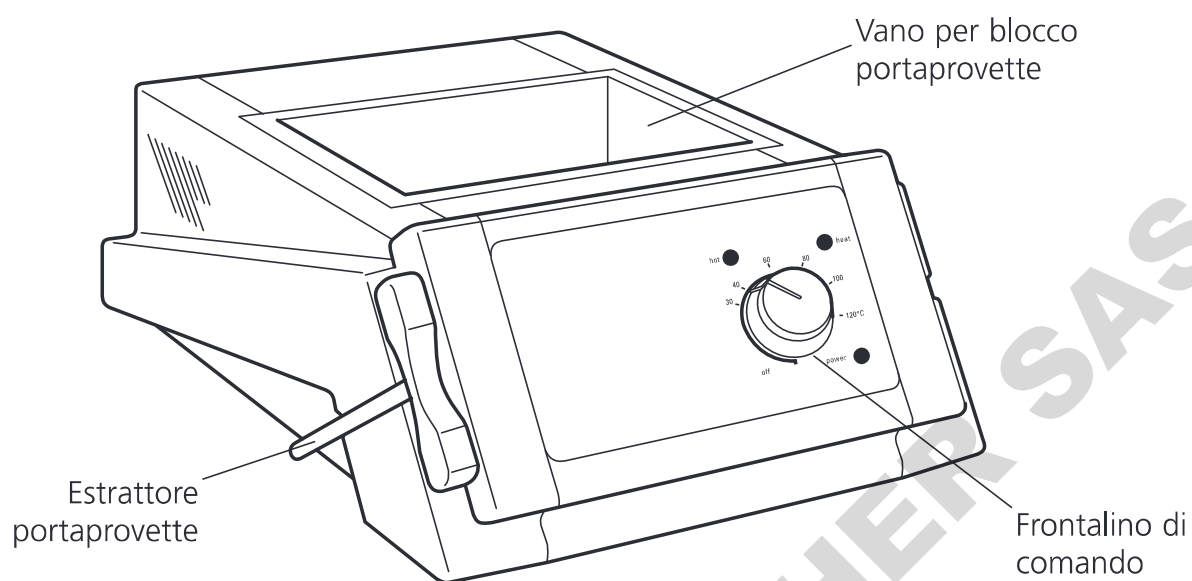

Figura 1: Vista anteriore
I blocchi di alluminio vanno inseriti nel vano ricavato nella parte superiore dell'apparecchio (vedere la figura 1) e vengono riscaldati dalla parte sottostante dell'apparecchio. Tutti i blocchi sono intercambiabili ed è possibile utilizzare contemporaneamente blocchi di diverse dimensioni.
3. Inserire con cautela il numero richiesto di blocchi di alluminio nel vano ricavato nella parte superiore dell'apparecchio - vedere la figura 1.
5. Montare eventualmente il coperchio di protezione poggiandolo semplicemente sulla parte superiore dell'apparecchio o fissandolo servendosi delle viti in dotazione, che vanno inserite nei fori previsti sul retro dello scaldaprovette (vedere la figura 1).